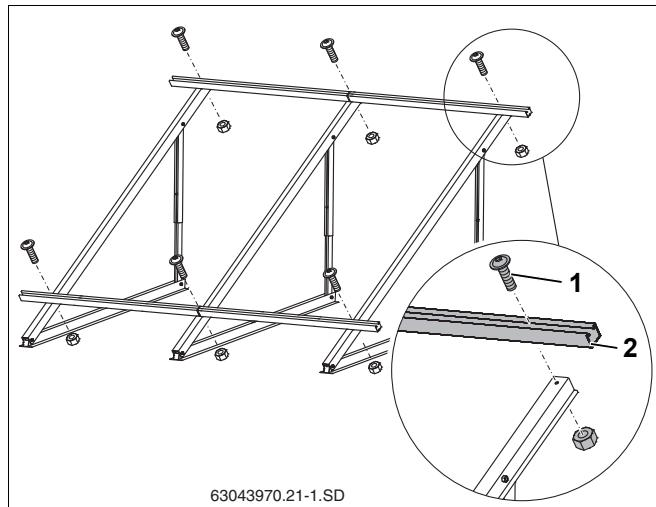

Рис. 34 Монтаж профильных реек (здесь: для 2 вертикальных коллекторов)
- Предварительно собранные профильные рейки (рис. 34, **поз. 2**) слегка закрепить винтами M8x20 (рис. 34, **поз. 1**) так, чтобы можно было их выровнять.